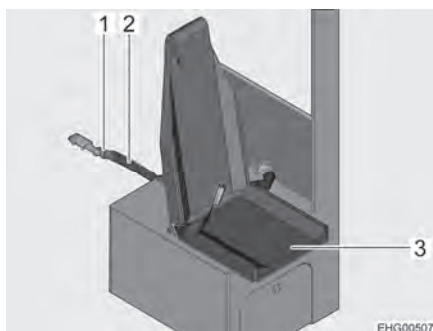

Bild 18 Säkra hopfällbar stol
- Sätt i säkerhetsremmen (Bild 18,2) i bältlåset (Bild 18,1) på B-stolpen.
- Fäll ned sittytan (Bild 18,3).